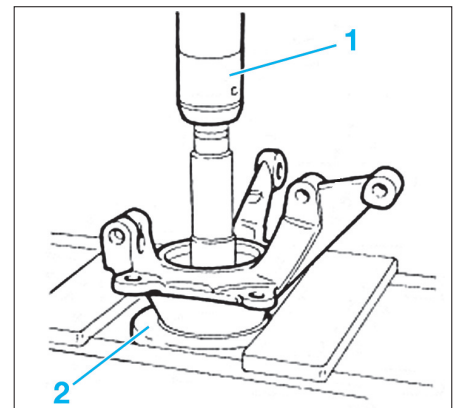

FIG. 12
- À l'aide d'une presse (1), déposer le moyeu de roue (2) avec la bague interne du roulement (**Fig.12**).